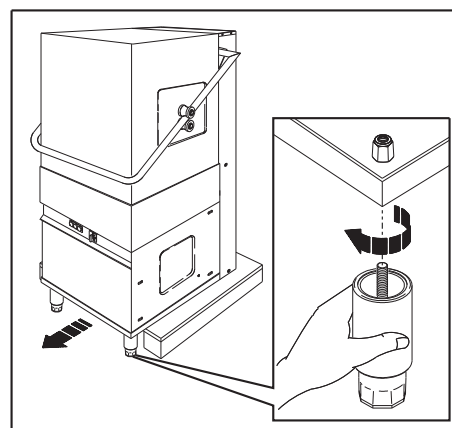

Рис. 4
3. Передвиньте машину на поддоне так, чтобы освободились два из четырех отверстий для установки ножек (рис. 4). Возьмите одну из входящих в комплект поставки ножек и закрутите винт в одно из освободившихся отверстий (рис. 4). Аналогичным образом закрутите вторую ножку (рис. 4).